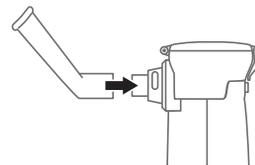
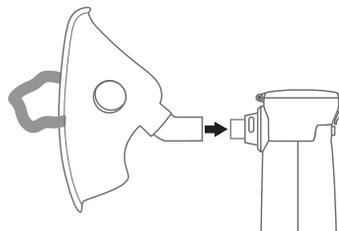

Рис.6
Рис.7
3. Установите мундштук (рис.6) или маску (рис.7).